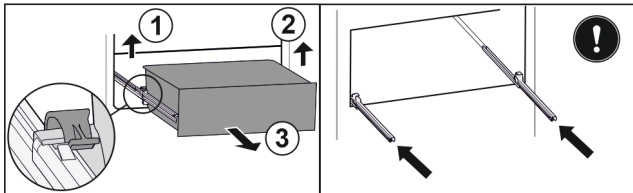

Fig. 84
- ▶ Підняти лівий затискач і одночасно висувний ящик ліворуч потягнути вперед. Fig. 84 (1)
- ▶ Підняти правий затискач і одночасно висувний ящик праворуч потягнути вперед. Fig. 84 (2)
- ▶ Вийняти висувний ящик рухом вперед. Fig. 84 (3)